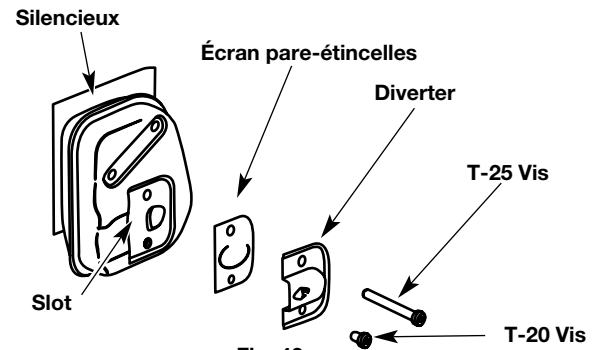

Fig. 43
2. Avec un tournevis plat ou une douille Torx T-20 et T-25, dévissez les vis attachant la couverture du pare-étincelles au pot d'échappement. (Fig. 43).